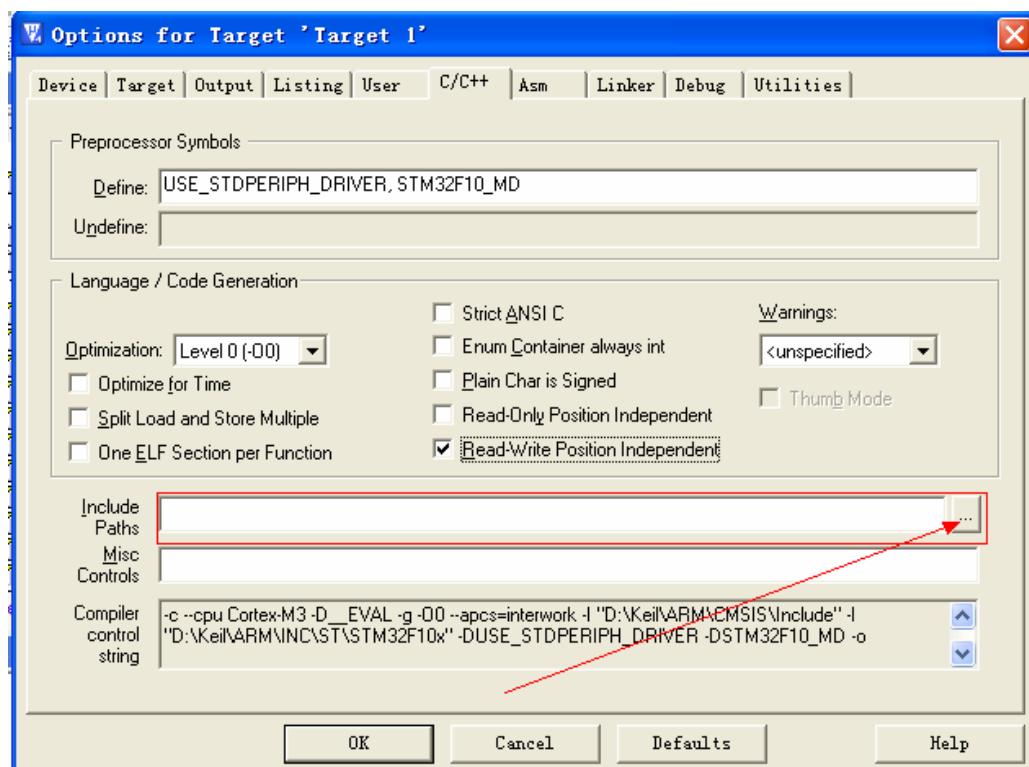

图 4-84 库文件的搜索路径
3. 在“Include Paths”栏点击，在这里添加库文件的搜索路径，这样就可以屏蔽掉默认的搜索路径，如图4-84所示：